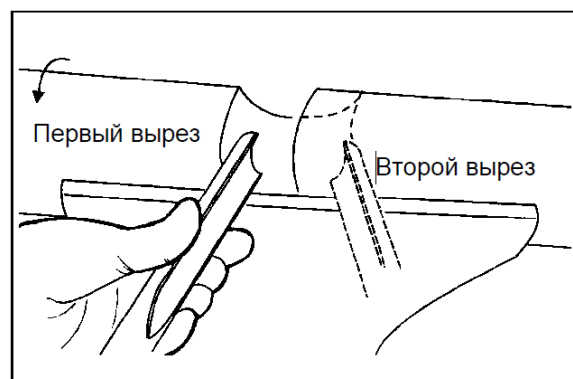

Рис. 10-7: обработка полостей
1. Возьмите трубчатый резец. Протачивайте заготовку краем резца, повернув желоб на 90° к заготовке и двигаясь по направлению к нижней точке полости. См. Рис. 10-7. **Закончите обработку в нижней точке; попытка обработки из глубины к поверхности заготовки может привести к застреванию резца.**